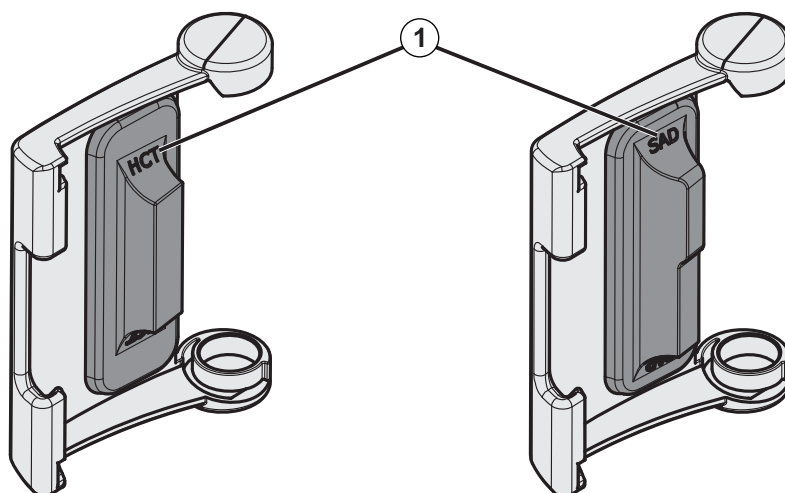

Fig. 7-20 Marquage du type sur le couvercle du capteur HCT et du détecteur SAD
Lors du remontage des couvercles du détecteur d'air SAD et du capteur HCT après le nettoyage, veiller à ce que les couvercles ne soient pas échangés ! Les couvercles sont marqués avec *SAD* et *HCT* à l'arrière (voir Fig. 7-20, ①).